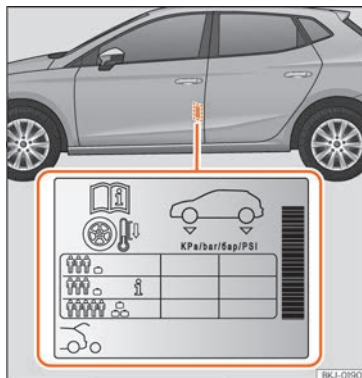

Abb. 276 Einbauort des Aufklebers für den Reifenfülldruck.
- Passen Sie bei größerer Zuladung den Reifenfülldruck entsprechend an »» **Abb. 276**.
Die Angaben zum Reifendruck befinden sich auf einem Aufkleber an der B-Säule der Fahrertür »» **Abb. 276**.
Je nach Fahrzeug kann der Reifenfülldruck auf halbe Last eingestellt werden, um den Fahrkomfort zu verbessern (Reifendruck **i** »» **Abb. 276**). Beim Fahren mit Komfort-Reifendruck kann sich der Kraftstoffverbrauch leicht erhöhen.
Der Reifendruck muss der aktuellen Fahrzeugbelastung angepasst werden. Wenn das Fahrzeug voll beladen werden soll, muss der Reifenfülldruck entsprechend dem auf dem Reifenfülldruck-Aufkleber »» **Abb. 276** angegebenen maximalen Wert erhöht werden. »
Füllen Sie bei einem minimierten Notrad (125/70 R16 oder 125/70 R18) auf einen Druck von 4,2 bar, gemäß Angabe auf dem Aufkleber mit den Reifendruckwerten »» **Abb. 276.**
- Der Fahrer ist verantwortlich für den richtigen Reifenfülldruck an allen Reifen am Fahrzeug. Der empfohlene Reifenfülldruck befindet sich auf einem Aufkleber »» **Abb. 276.**
- Immer den richtigen Reifenfülldruck am kalten Reifen einhalten, wie auf dem Aufkleber angegeben »» **Abb. 276.**